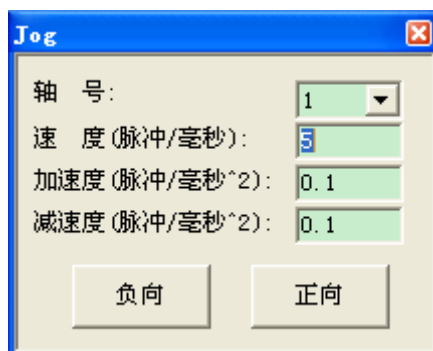

图 4-29 Jog 模块界面
- (18) 单击“视图”->“JOG”菜单项调出 Jog 面板，在“轴号”下拉框中选择控制轴。如图 4-29 所示。
- (22) 单击“视图”——“JOG”菜单项调出 Jog 面板，在“轴号”下拉框中选择控制轴。如图 4-29 所示。